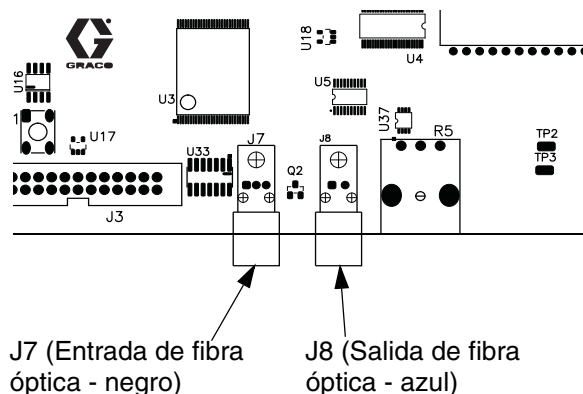

FIG. 14: Tarjeta de circuitos EasyKey
5. Pase el extremo del cable de fibra óptica a través del sujetador de enlace con adhesivo cuadrado. Conecte los conectores de los cables azul y negro a los conectores correspondientes de la tarjeta de circuitos de EasyKey. Consulte FIG. 14. Inserte los conectores de cable hasta que sobresalgan (aproximadamente 6 mm [1/4 pulg.]) y luego apriete el conector roscado.